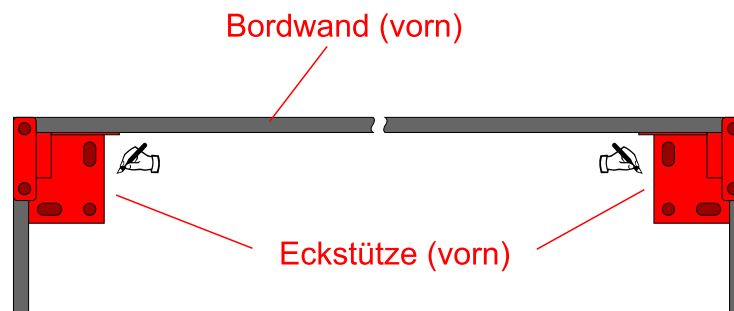

Bild 1
1. Ecksäulen (**mit Bordwandhalterung**) an die vordere Bordwand anlehnen, zur seitlichen Bordwand ausrichten und die Bohrlöcher auf der Ladefläche kennzeichnen (Bild 1).